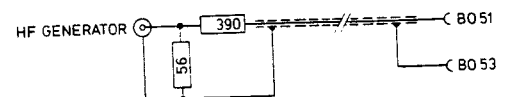

Fig. 12
- HF-Generator über Filter (Bild 12) mit den Steckern B051 und B053 (Masse) verbinden.